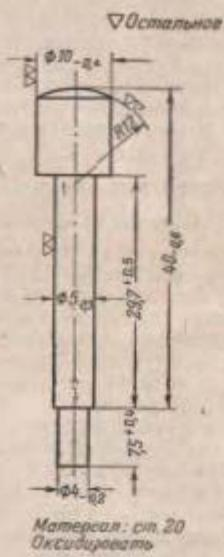

Рис. 149. Кнопка
(II) Отделить кнопку, для чего опилить ее нижнюю расклепанную часть. Изготовить новую кнопку (рис. 149), собрать защелку в ствольной коробке и расклепать нижний конец кнопки
(I) Заменить пружину, для чего отдалить кнопку, опилить нижнюю расклепанную часть кнопки, изготовить новую кнопку по рис. 149 и собрать защелку. Если нет запасной пружины, изготовить новую (карта 2).